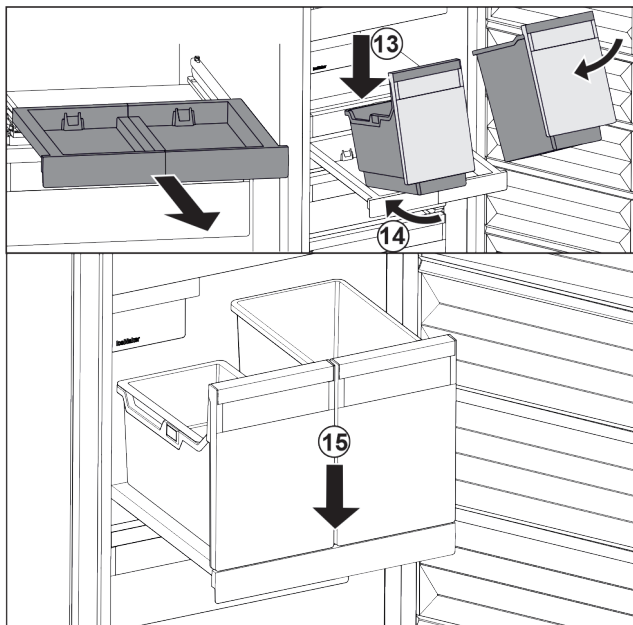

Fig. 31
- ▶ Placer les bacs sur le compartiment coulissant en les inclinant. Fig. 31 (13)
- ▶ Pousser les bacs jusqu'au fond en les inclinant. Fig. 31 (14)
- ▶ Déposer les bacs par l'avant. Fig. 31 (15)